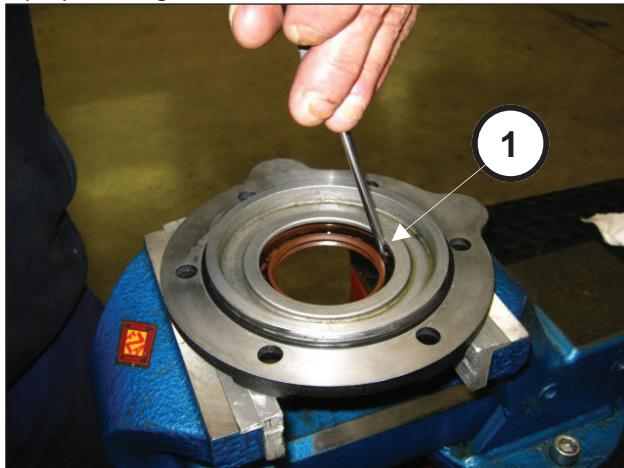

Fig. 9
Extraer el retén de la tapa del piñón desde el lado interno de la tapa (pos. ①, Fig. 9).